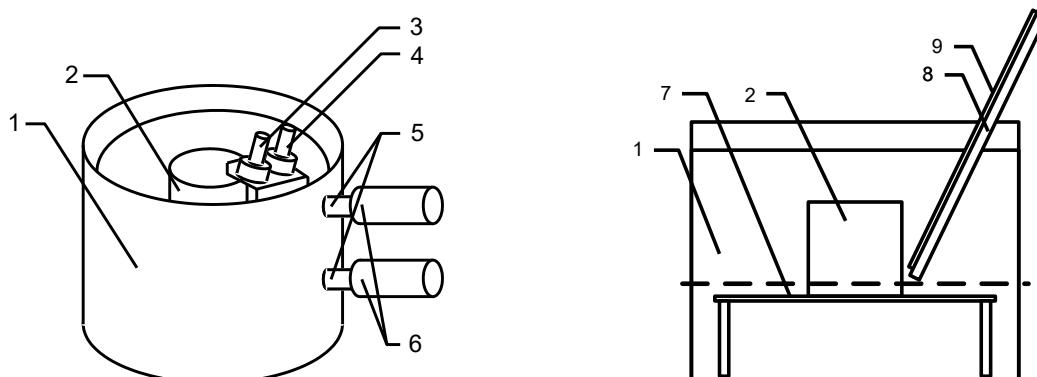

Рисунок 6
- 4.4.3.7 Присоединить ТКС-20 к бане пенетрометра (1) (см. рисунок 6) с помощью медицинских трубок (6) диаметром 12 мм (поставляются в комплекте с ТКС-20).